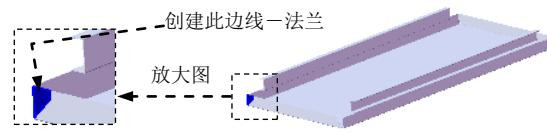

图 17.9.35 创建边线一法兰 13
Step16. 创建图 17.9.35 所示的边线一法兰 13。